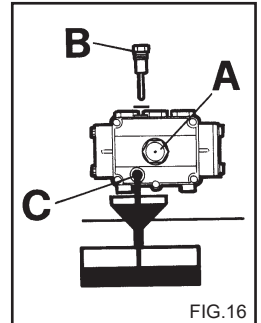

FIG.16
1) Skruva ur dränerings-pluggen som är placerad under pumpen (fig. 16 C).
2) Skruva ur locket med oljesticken (fig. 16).